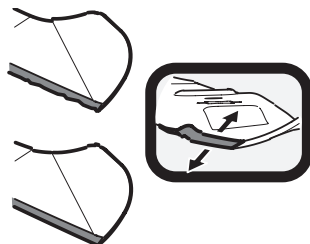

Figura 32
1. Para afilar las cuchillas de corte correctamente, extraiga cantidades iguales de metal de ambos extremos de las cuchillas a lo largo de los bordes cortantes, paralelo al borde de caída, a un ángulo de 25° a 30°. Afile siempre cada borde de las cuchillas de corte de forma pareja para mantener un centrado adecuado entre las mismas (Figura 32).